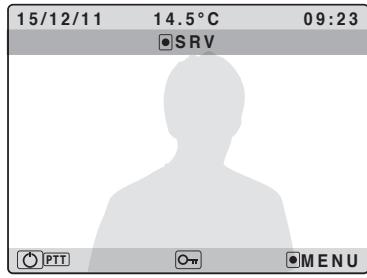

Fig. 16
- Activez le service secondaire en appuyant sur le bouton et en le maintenant enfoncé jusqu'à ce que le message d'activation s'affiche (**Fig. 16**) ;